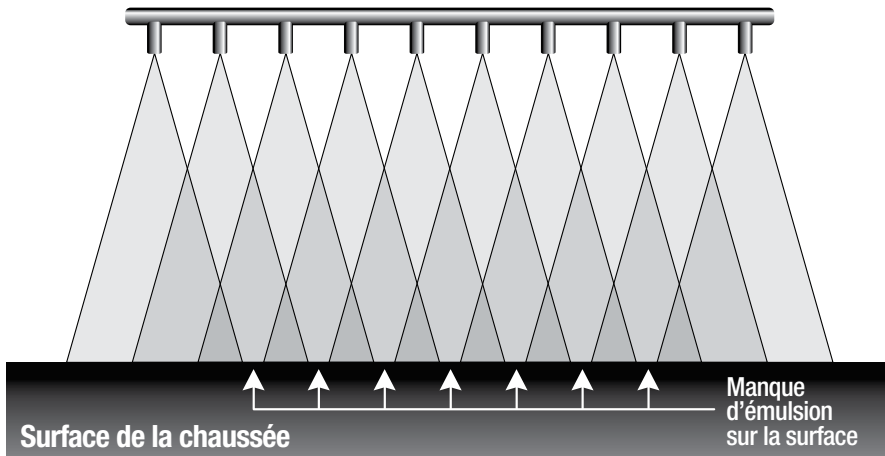

FIGURE 5
- ajuster la hauteur de la rampe (**figures 5, 6 et 7**) ;